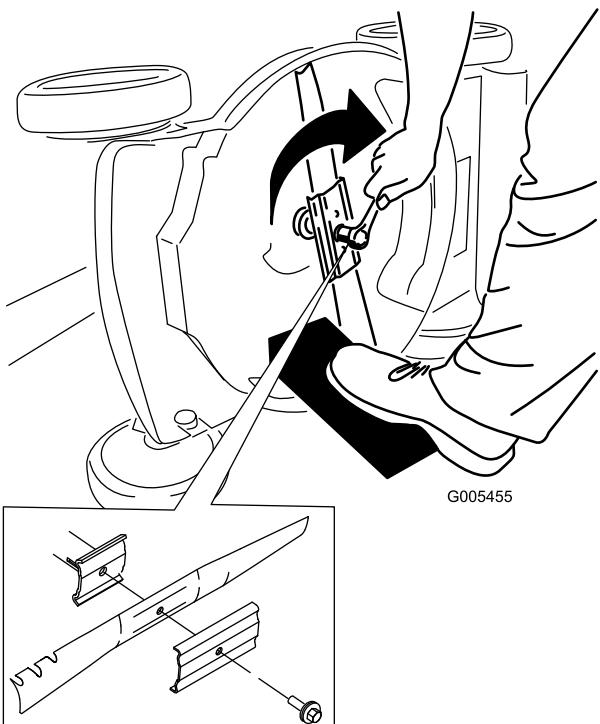

Figure 31
- Montez la nouvelle lame et toutes les fixations (Figure 31).